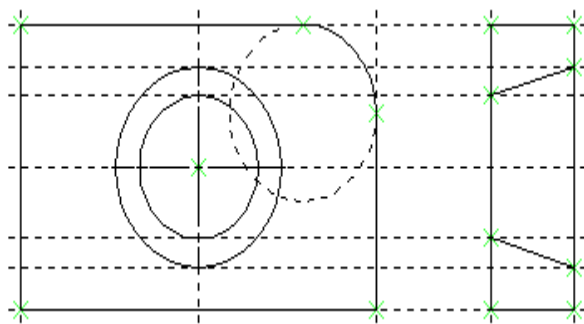

Рис. 1.32
11. Создать изображение вида справа. Данное действие выполняется в соответствии с п.7 и на экране мы должны получить изображение, показанное на рис. 1.32.